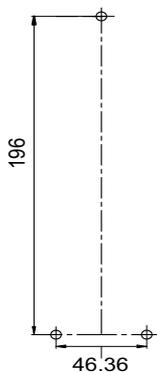

Fig 1
1. Prenda o AXIS T8123-E/T8124-E com três parafusos. Ver fig. 1 (orifícios dos parafusos são marcados com 1, 2 e 3).